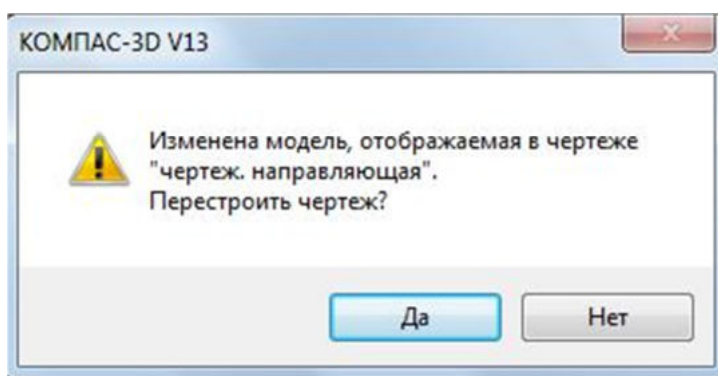

Рис. 25
- Активизируйте окно документа **Ассоциативные виды. Направляющая**. По запросу системы: «Перестроить чертеж?» Подтвердите – Да (рис.25).